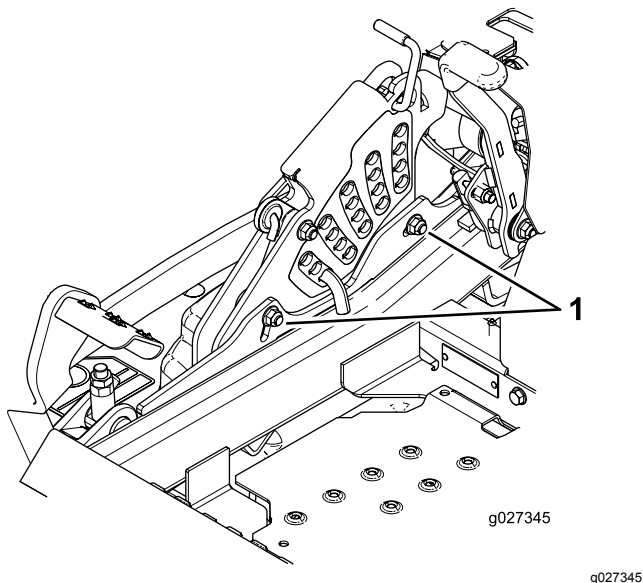

Figura 92
11. Para ajustar el sistema de ajuste de un solo punto, afloje los 2 pernos situados cerca del borde inferior de la pletina de altura de corte (Figura 92).
13. Apriete los 2 pernos en el borde inferior de la pletina de altura de corte (Figura 92). T